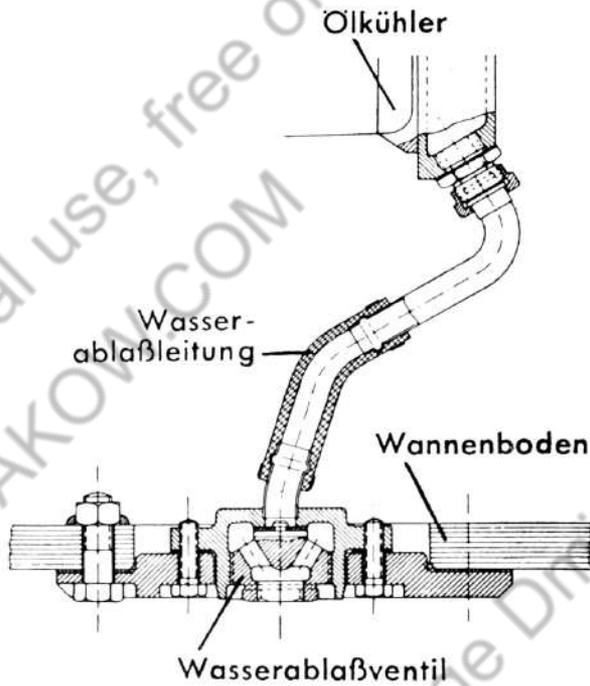

Bild 15
- 3) Wasserablaßventil im Wannboden, Bild 15, mit Steckschlüssel SW36 durch einige Umdrehungen öffnen. Wasser in Auffanggefäß ablassen.